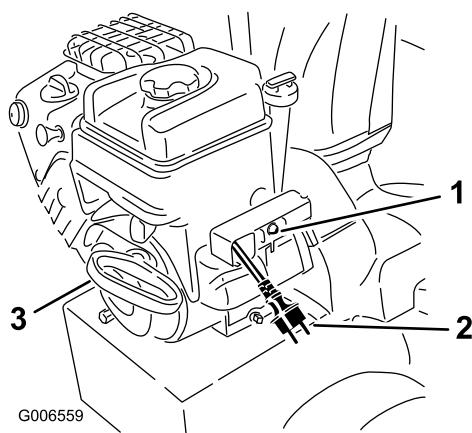

Figure 30
7. Démarrez la souffleuse à neige en tirant sur le lanceur ou en appuyant sur le bouton du démarreur électrique (tous les modèles sauf le modèle 38597) (Figure 30).